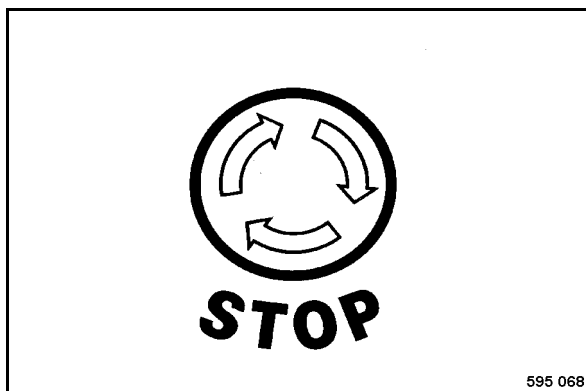

Fig. 87
- Enfoncer à fond le bouton de l'interrupteur (Fig. 87), celui-ci se verrouille automatiquement en butée.